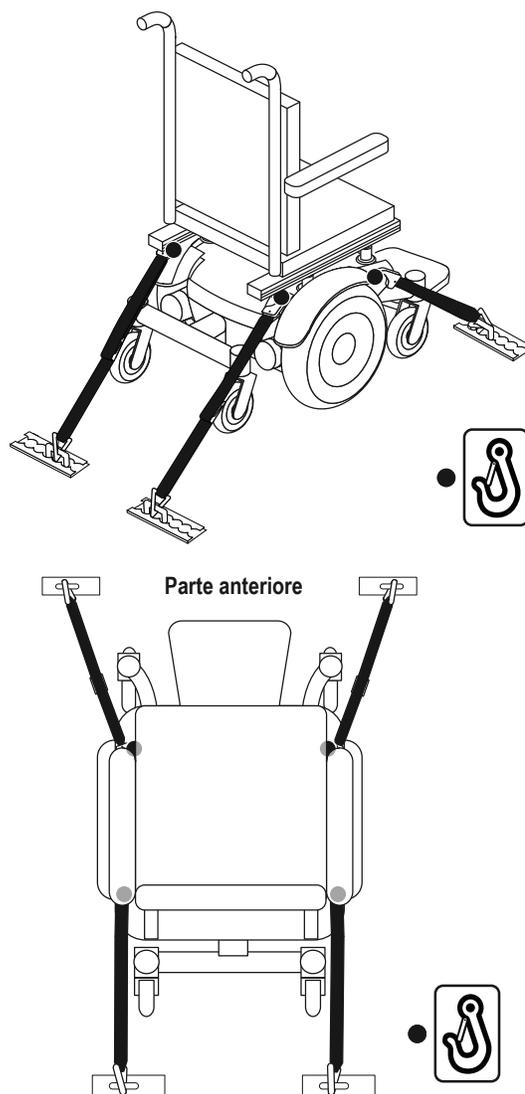

Figura 7. Punti di fissaggio del sistema di trasporto senza utente a bordo dell'ausilio
- Posizionare i punti di ancoraggio per le fascette posteriori dietro i punti di fissaggio posteriori della Carrozzina. Le fascette di fissaggio anteriori devono ancorarsi a punti del pavimento a distanza maggiore della larghezza della Carrozzina per fornire una maggiore stabilità laterale. **Vedere la figura 7.**